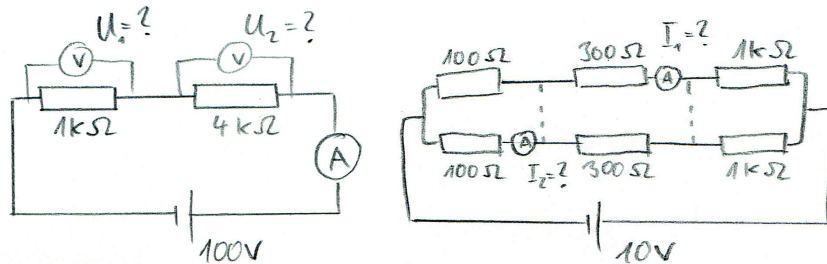

Abbildung 4.7: Abbildungen zu den Rechenaufgaben.
1. Berechnen Sie den Gesamtwiderstand und alle weiteren fehlenden Größen in Abbildung 4.7 (a) und (b). Was ändert sich, wenn in (b) an den gestrichelten Linien Leiterverbindungen eingefügt werden?